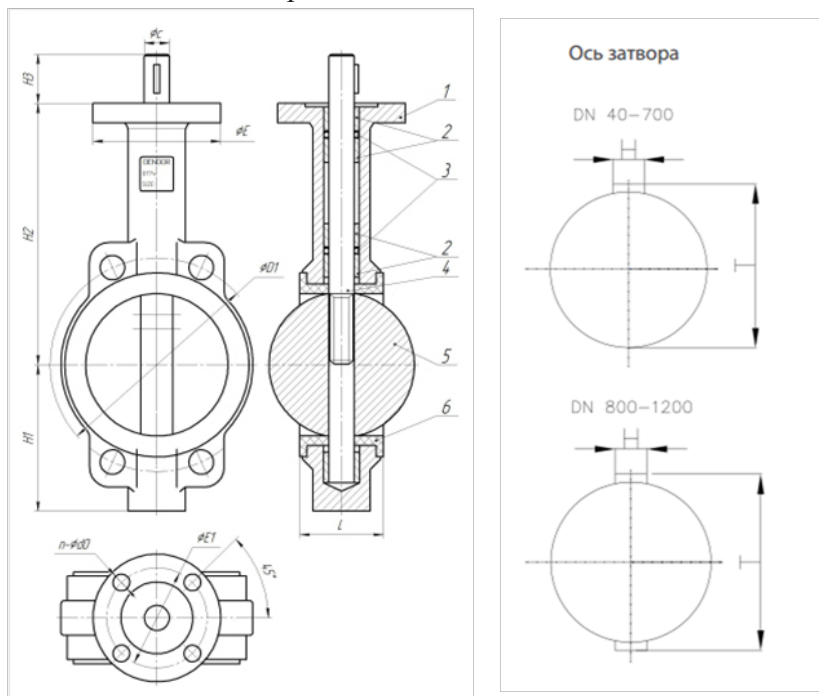

Рис. 1
1.3.1. Затвор состоит из следующих основных деталей и элементов (рис.1):